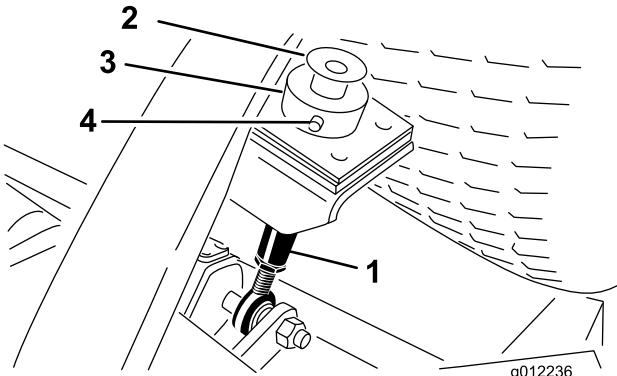

Figura 25
3. Retire o contrapino tipo grampo e pino de segurança que fixam o anel da altura de corte à barra de altura de corte na parte posterior da unidade de corte (Figura 25). Retire o anel da altura de corte.